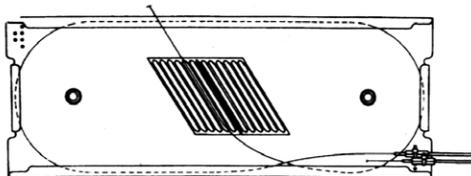

Figura 54
**Nota:** Siempre que fuera necesario, acomode la fibra desnuda en la bandeja hasta el punto ideal de empalme, preocupándose en obtener el mayor radio de curvatura posible de la bandeja (Figura 54).